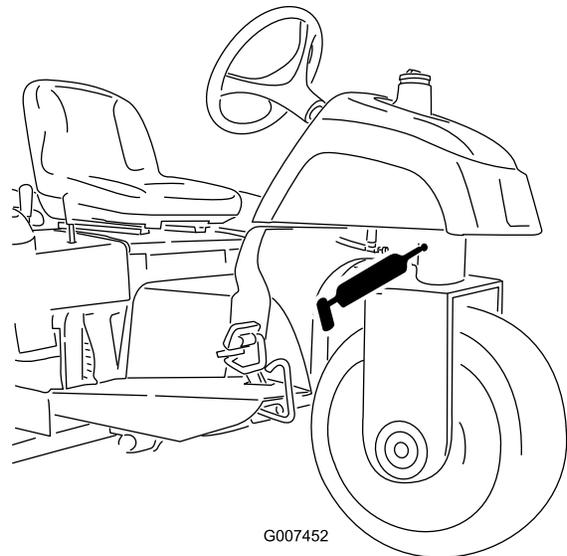

Figura 26
- Pivote de dirección (Figura 26)
Nota: El acoplamiento engrasado del pivote de dirección (Figura 26) requiere el uso de un adaptador de boquilla en la pistola de engrasar. Solicite la Pieza N° 107-1998 a su Distribuidor Autorizado Toro.